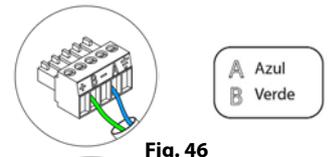

Fig. 46
Para la conexión al bus de conexión Airzone de la central ^④ dispone de 1 borna de 5 pines. Fije los cables con los tornillos de la borna respetando el código de colores (Fig. 46).